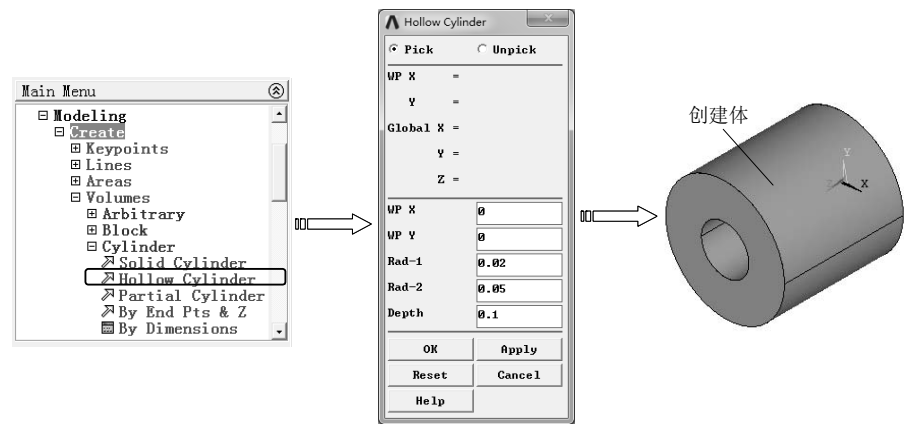

图 2-60 绘制空心圆柱
(2) 绘制空心圆柱 选择 “Main Menu>Preprocessor>Modeling>Create>Volumes>Cylinder>Hollow Cylinder” 命令，弹出 “Hollow Cylinder” 对话框，在 “WP X” 和 “WP Y” 文本框中输入底面中心X、Y坐标，在 “Rad-1” 和 “Rad-2” 文本框中分别输入圆柱的内、外半径，在 “Depth” 文本框中输入高度，然后单击 “OK” 按钮创建圆柱体，如图2-60所示。